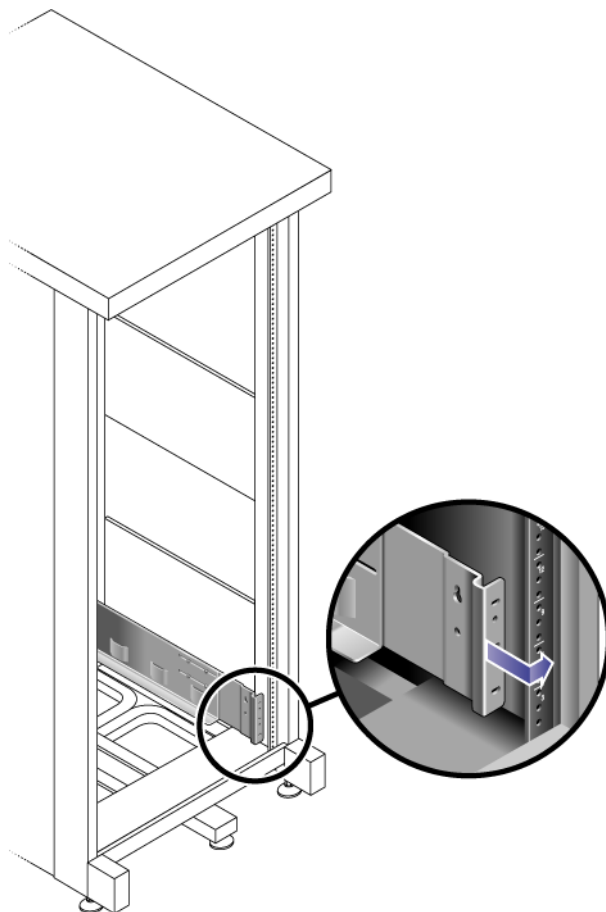

FIGURE 2-28 Réglage de la longueur du rail à l'arrière de l'armoire
5. Réglez la longueur du rail à l'arrière de l'armoire selon les besoins et placez la bride du rail sur la face du rail de l'armoire (voir FIGURE 2-28).